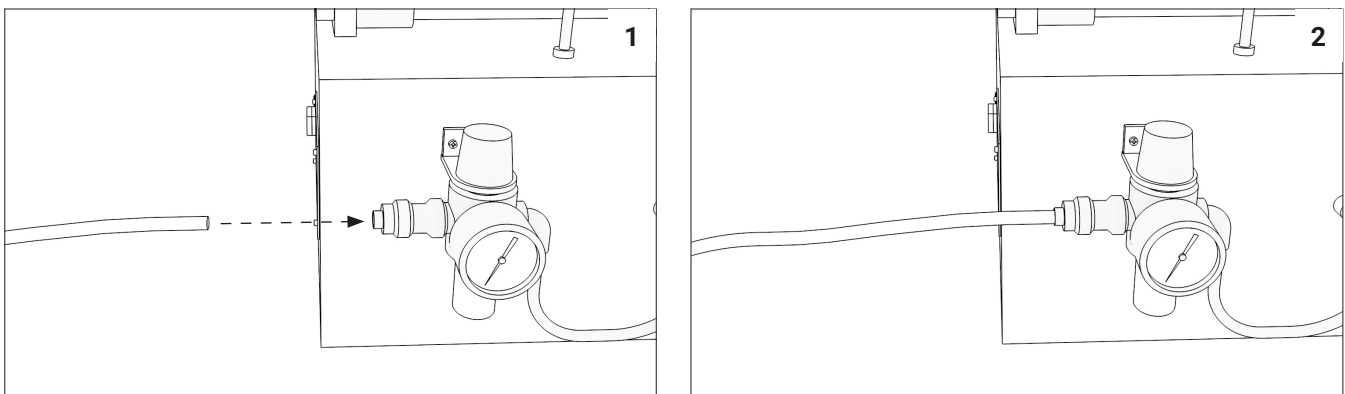

Рис. 16
10.16. Подключить шланг подачи сжатого воздуха (рис. 16).